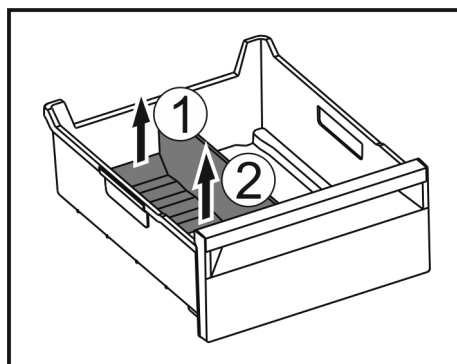

Fig. 208
- Podignite stražnji dio pregrade ladice za led. Fig. 208 (1)
- Izvadite pregradu ladice za led prema gore. Fig. 208 (2)